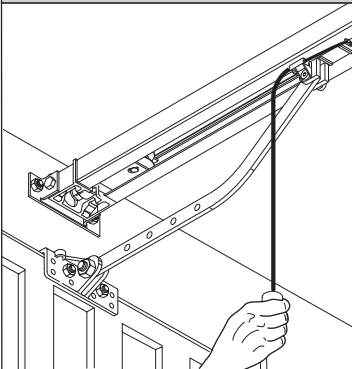

Рис. 22
- SM1 Внешний разблокиратор защелки установленной на подъемно-поворотных воротах (Рис.22).